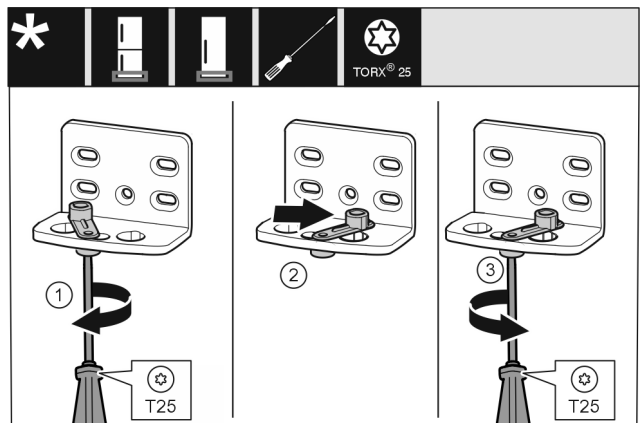

Fig. 17 \*
- ▶ Voľne zaskrutkujte skrutku Fig. 17 (1) skrutkovačom.\*
- ▶ Nadvihnite pomôcku na zatváranie dverí Fig. 17 (2) a otočte ju o 90° doprava v otvore.\*
- ▶ Pevne utiahnite skrutku Fig. 17 (3) skrutkovačom.\*